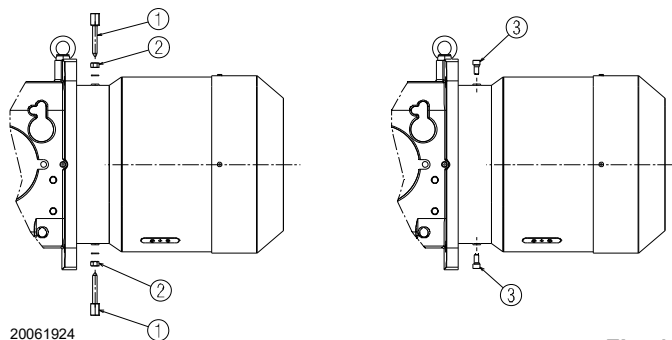

Fig. 10
- Avant de monter le brûleur sur la chaudière, retirer les vis et les écrous 1)-2)(Fig. 10). Les remplacer par les vis 3) M12x25 fournies.